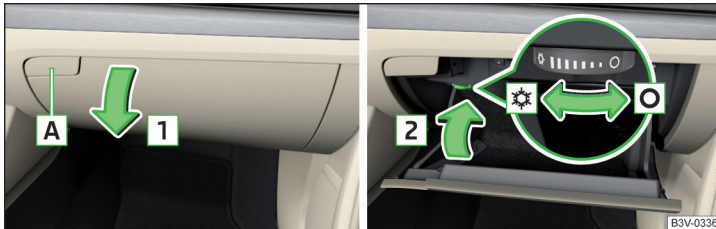

Abb. 92 Ablagefach öffnen / Ablagefach schließen und Luftzufuhr bedienen
- Zum **Öffnen** die Taste **A** drücken. Der Deckel klappt in Pfeilrichtung **1** » Abb. 92.
- Zum **Öffnen** den Drehschalter bis zum Anschlag in die Position **☼** drehen » Abb. 92.